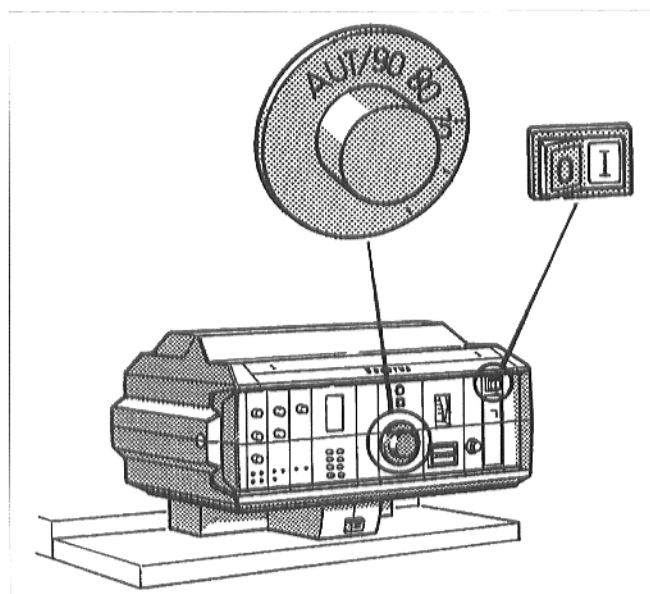

Abb. 2: Regelgerät; Inbetriebnahme des Gasbrenners
- Schalter Betrieb (Abb. 2) in Stellung I (EIN) stellen.
- Kesselwasser-Temperaturregler (Abb. 2) auf die gewünschte Temperatur einstellen. Bei "Ecomatic-Regelung" auf "AUT" stellen.
- Schalter Betrieb (Abb. 2) in Stellung 0 (AUS) stellen.